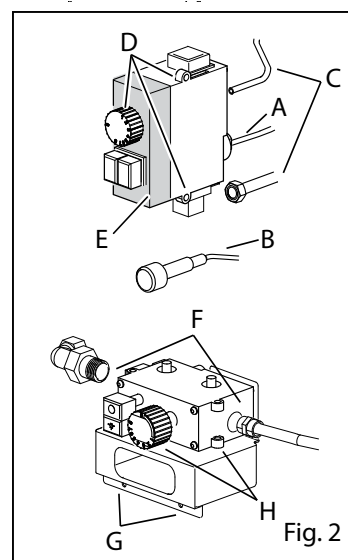

Fig. 2
- Desconecte el cable del encendedor piezoeléctrico (Fig. 2/B)
- Desenrosque el termopar y las conexiones entrada / salida gas (Fig. 2/A+C)
- Monte el pomo y los tornillos de la válvula (Fig. 2/D)
- Retire la tapa de plástico (Fig. 2/E)
- Desenrosque el termopar y las conexiones entrada / salida gas (Fig. 2/F)
- Desenrosque el soporte y la válvula (Fig. 2/G)
- Retire el pomo y el soporte de la válvula (Fig. 2/H)